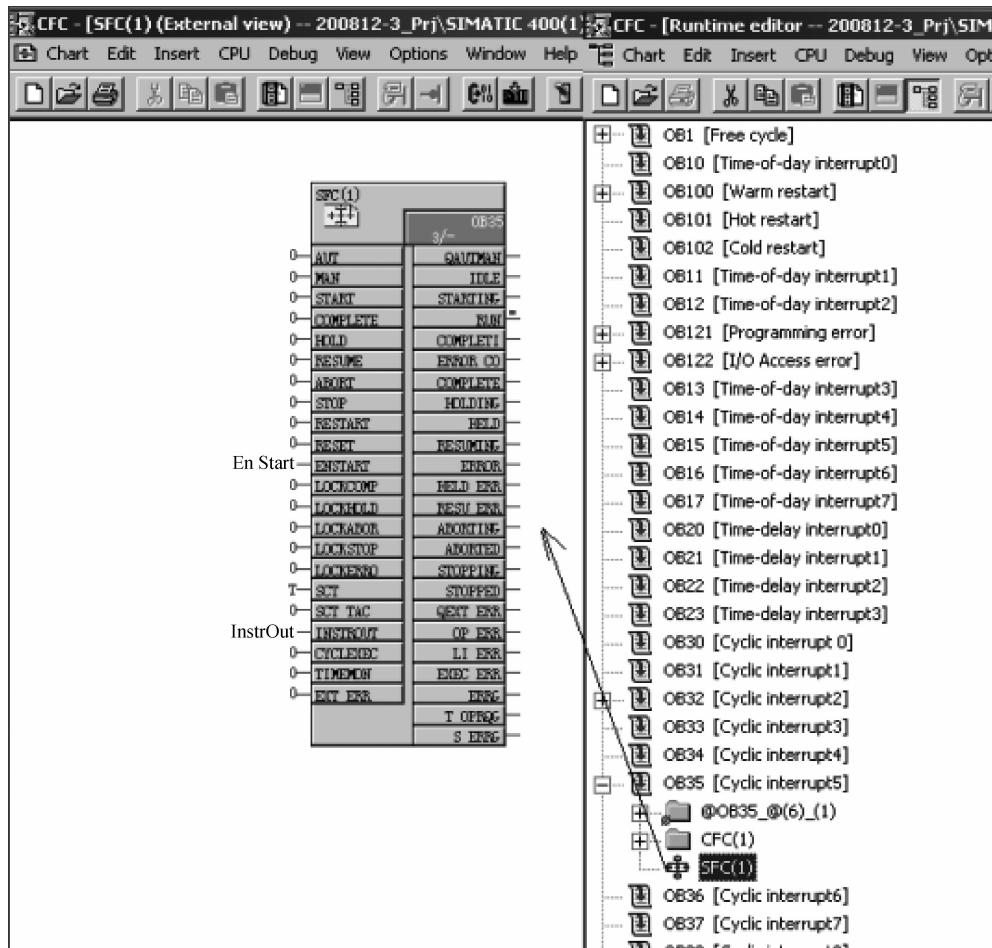

图 3.36 使用 SFC 类型
- 在 SFC 编辑器中,单击按钮打开 Chart I/O。如图 3.36 所示,在窗口右边列出了这个 SFC 类型的 I/O。